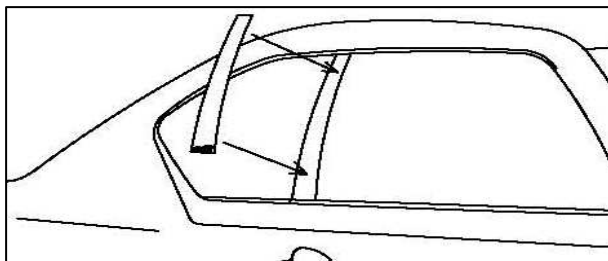

Fig. 3-1
- (d) Align part uniformly to the bottom and back edge of the door pillar. (Fig. 3-1)